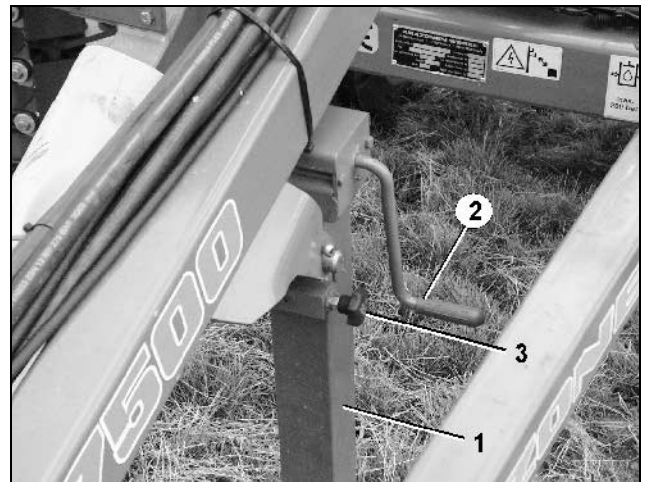

Fig. 18
Placera stödbenet (Fig. 18/1) i transportläge:
- Veva upp stödbenet med veven (Fig. 18/2).
- Dra ut sprinten (Fig. 18/3).